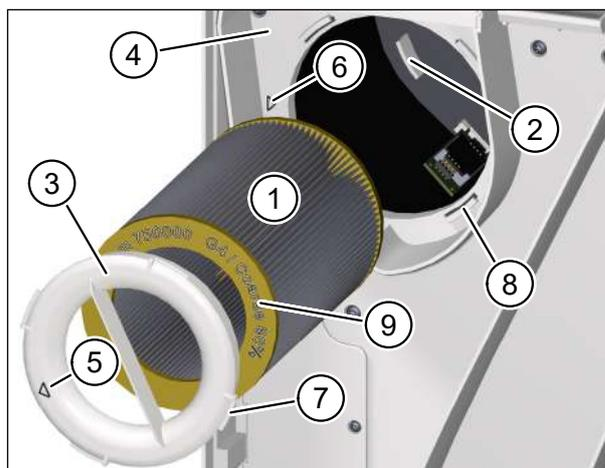

Fig. 22: Inserimento del nuovo filtro dell'aria estratta
- ▶ Inserire attentamente il nuovo filtro dell'aria estratta (pos. 1 nella Fig. 22) nell'apparecchio di ventilazione.
- ▶ Accertarsi che il filtro dell'aria scorra nei 3 supporti di sostegno (pos. 2 nella Fig. 22) del retro dell'apparecchio di ventilazione.
- ▶ Posizionare l'anello del filtro (pos. 3 nella Fig. 22) sul filtro dell'aria estratta. Accertarsi che l'anello del filtro sia posizionato a livello sulla piastra intermedia (pos. 4 nella Fig. 22).
- ▶ Ruotare l'anello del filtro in senso orario finché la freccia sull'anello del filtro (pos. 5 nella Fig. 22) è allineata con quella della posizione d'arresto (pos. 6 in Fig. 22). Accertarsi che i 4 naselli (pos. 7 nella Fig. 22) sull'anello del filtro scattino nei supporti (pos. 8 nella Fig. 22) sulla piastra intermedia.
- Come filtro dell'aria estratta si può usare solo M-WRG-II FS, n° art. 750000. N° art. e classe del filtro dell'aria sono marcati sul disco finale giallo del filtro dell'aria (pos. 9 nella Fig. 22).